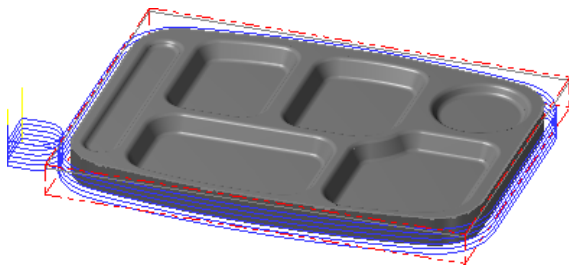

图 1.20 刀具路径
Step14. 单击“2D 刀具路径-外形铣削”对话框中的 按钮，完成参数设置，此时系统将自动生成图 1.20 所示的刀具路径。